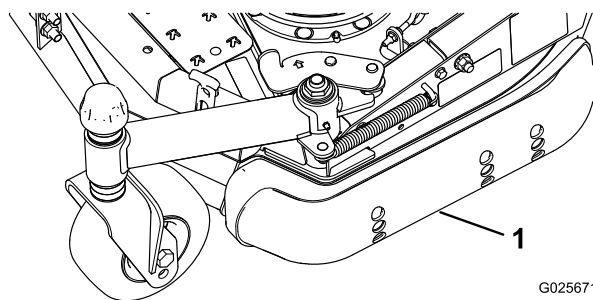

Figura 4
3. Allentate la vite davanti a ciascun pattino. (Figura 4).